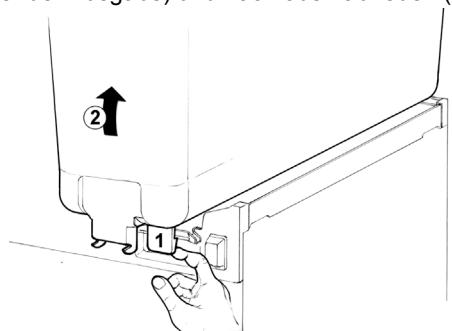

Bild 3
- 2 Leeren Behälter lösen durch Anheben an der Rückseite (gegenüber der Ausgabe) und nach oben abheben (Bild 3).